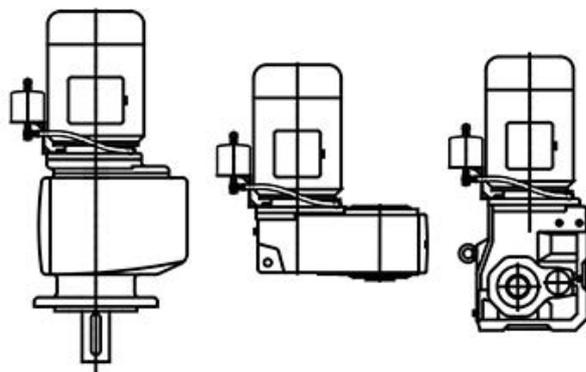

Figura 18: posizione del serbatoio di espansione dell'olio
Il serbatoio di espansione dell'olio deve essere montato in posizione verticale con il tubo di collegamento rivolto verso il basso e la vite di sfiato in alto. Il serbatoio deve essere montato nella posizione più alta possibile. L'immagine Figura 18 mostra alcune posizioni consigliate per il serbatoio di espansione dell'olio. Si tenga presente che la forma costruttiva M4 con morsetteria in posizione 2 non consente il montaggio di un serbatoio di espansione dell'olio.
2. Montare il serbatoio di espansione dell'olio come illustrato in Figura 18. Posizionarlo in modo che sia parallelo all'albero motore.